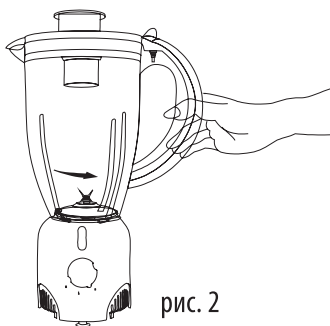

рис. 2
- Поместите кувшин блендера на основание двигателя и поверните его против часовой стрелки рис. 2.